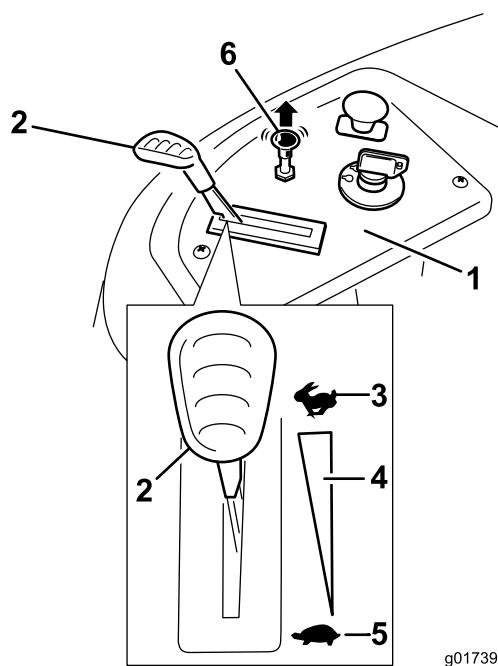

Figura 13
| 3. Si el motor está frío, tire hacia arriba del control del estárter (Figura 13). | |
2. Mueva la palanca del acelerador a la posición de Rápido (Figura 13).